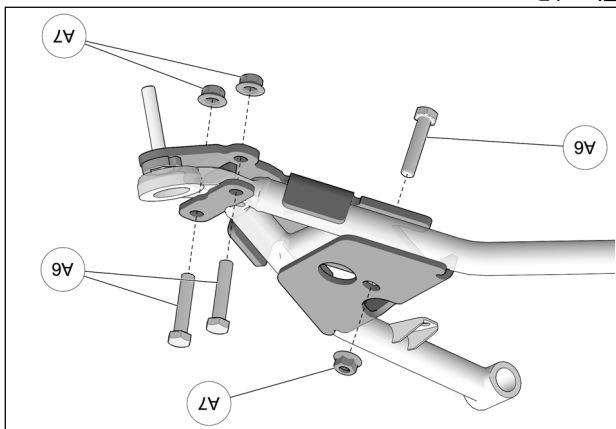

Fig. 15
6. Assembler l'ancrage avec les boulons M10x50mm (A6) et les écrous (A7) fournis. Serrer l'assemblage à un couple de 50 N•m [37 lb•pi]. Voir la Fig. 15